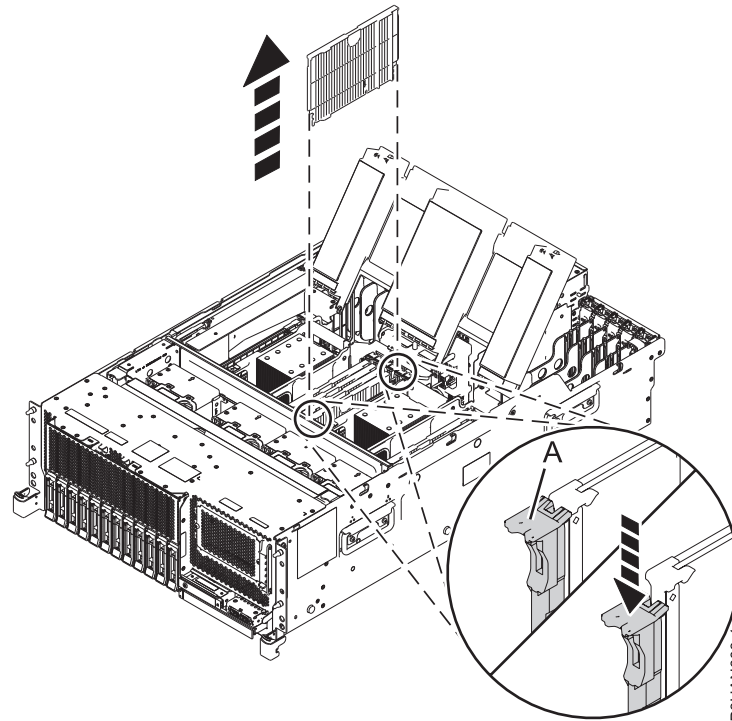

Figure 7. Retrait d'un obturateur de module de mémoire d'un emplacement de module de mémoire dans un système 8247-42L, 8286-41A ou 8286-42A
- a. Pour débloquer l'obturateur de module de mémoire de son connecteur dans l'emplacement, appuyez sur les languettes de verrouillage (A) dans la direction illustrée à la figure 7, à la page 13. La pression exercée sur les languettes force l'obturateur de module de mémoire à sortir du connecteur.